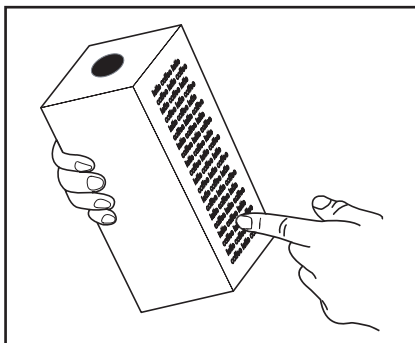

Fig. 1
- Opbevar produktpakkerne i henhold til beskrivelsen på pakken (fig. 1).